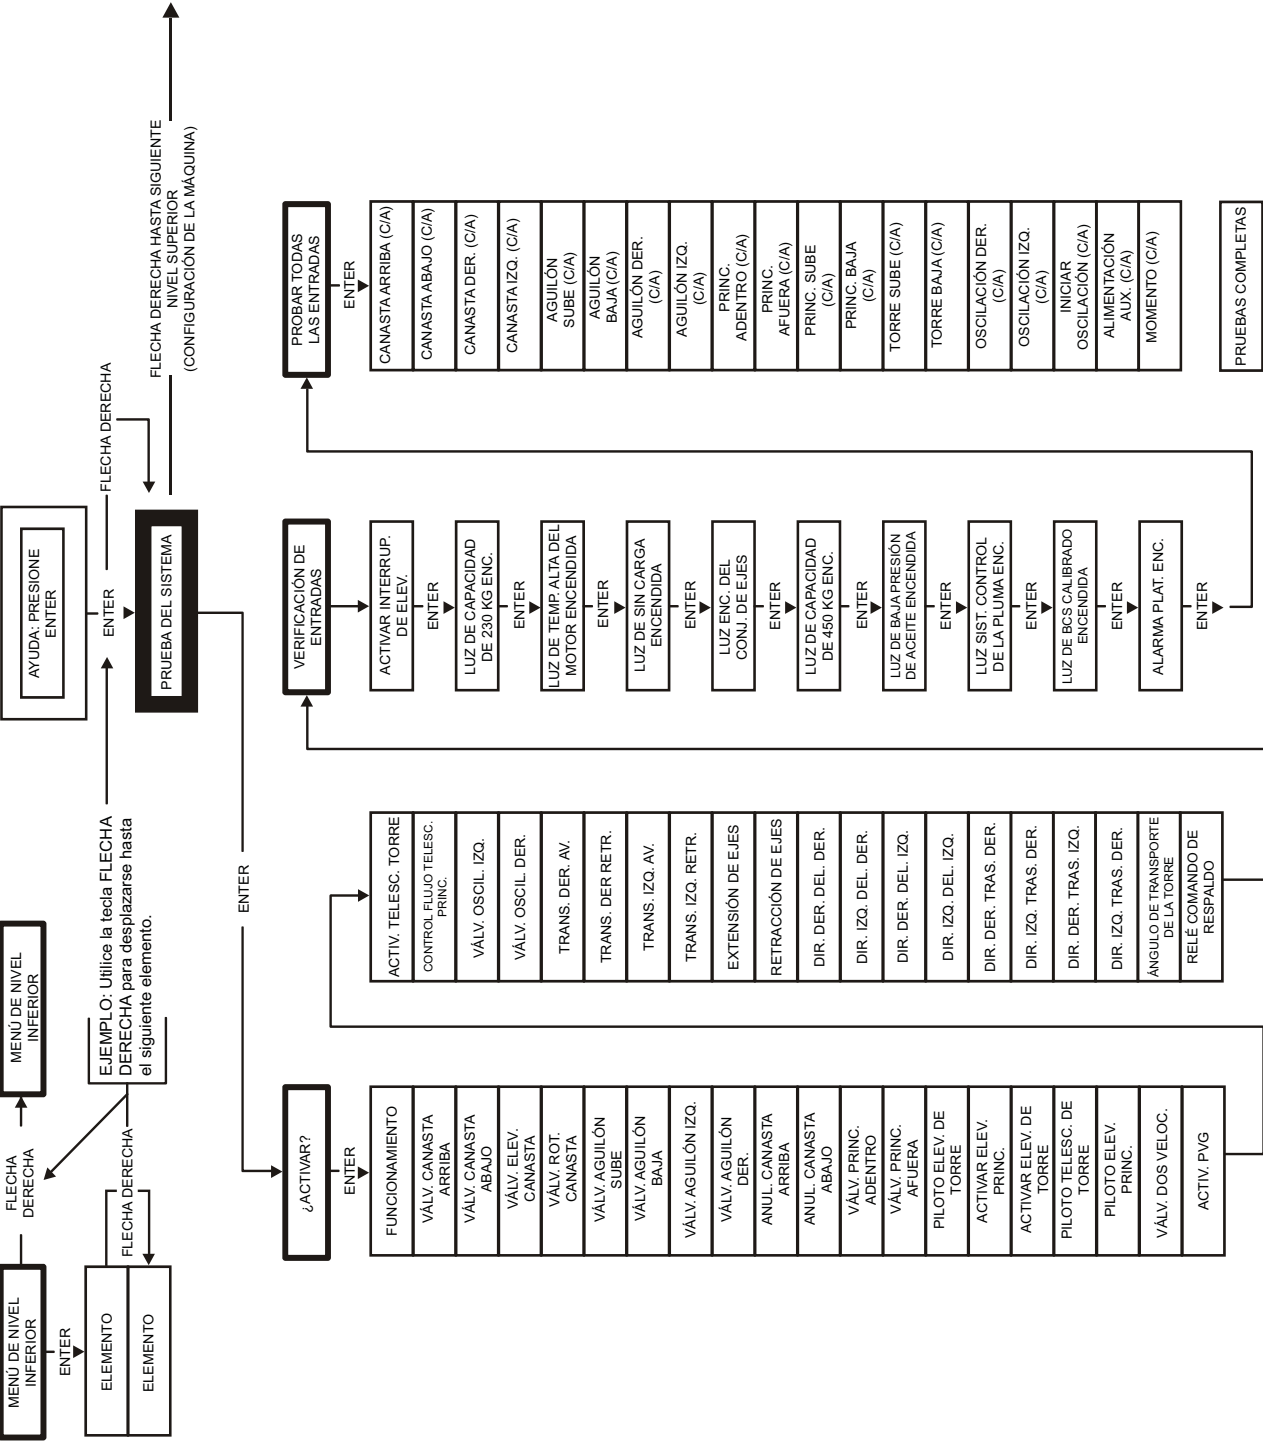

Figura 6-13. Diagrama de flujo de pruebas del sistema – Pruebas de la estación de tierra
6. Siga la ruta de flujo en la Figura 6-13., Diagrama de flujo de pruebas del sistema – Pruebas de la estación de tierra y ejecute las pruebas de componentes. Presione la tecla ESC en cualquier momento de la prueba para volver al menú principal sin completar todas las pruebas o espere hasta que las pruebas estén completas. Durante la secuencia PRUEBE TODAS LAS ENTRADAS, el analizador permite operar los interruptores de control y muestra si están cerrados (CL) o abiertos (OP).